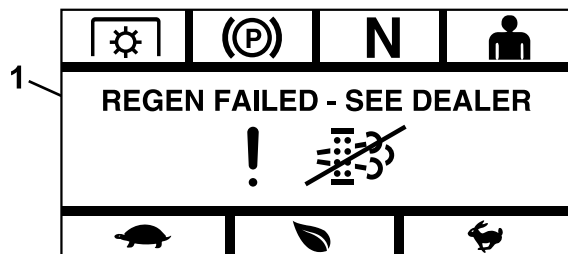

図 19
- **失敗**—エンジンECUが回復再生を完了できないと判断した場合、モジュールは「再生失敗 - ディーラー画面を参照」を表示する(図 19)。マシンを認定サービスディーラーに持って行くこと。